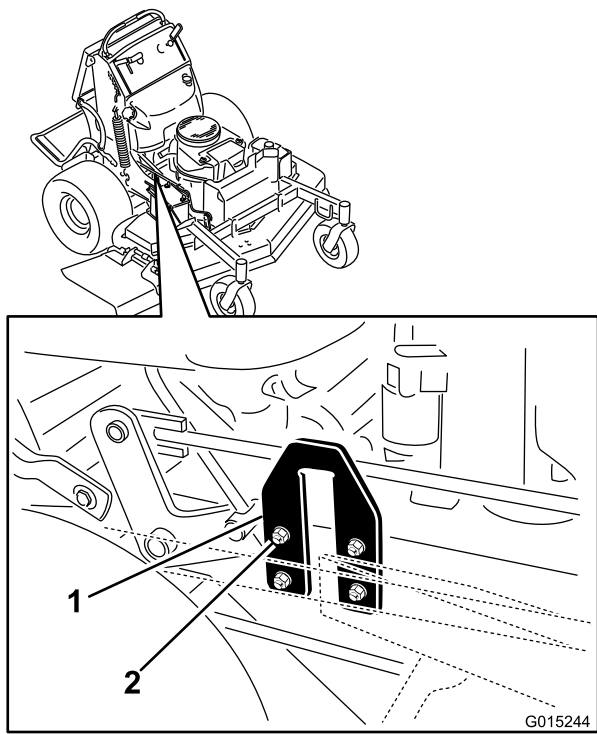

Bild 84
2. Finden Sie die U-Platten an der Seite des Motors (Bild 84).
3. Lösen Sie die U-Platte an einer Seite und verstellen sie nach oben oder unten, um einen Unterschied in den Werten **B** und **C** von höchstens 6 mm zu erhalten (Bild 84).